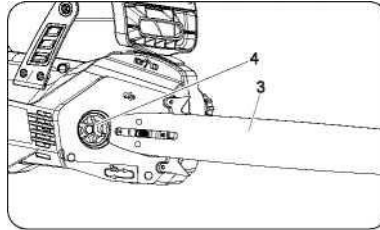

рис. 10
2. Надіти ланцюгову шину (3) і притиснути її до ланцюгової зірочки (4). (рис. 10)